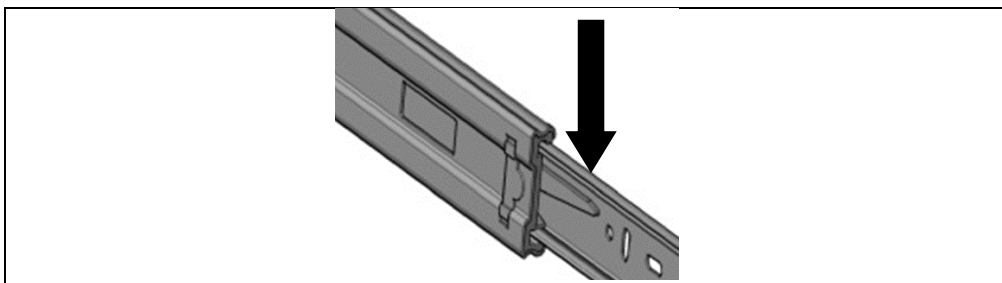

Рис. 2
5.1.2 Разъединить направляющую шариковую (поз.12,13), нажав на пластиковую защёлку (см. рис. 2), часть направляющей прикрутить при помощи евровинтов ЕС 4,0x13 (поз.7, пакет №127) к сборке по 5.1.1. совместив отверстие на направляющей с отверстием на боковине левой согласно рис. 2а и 2б.
Рис.2а